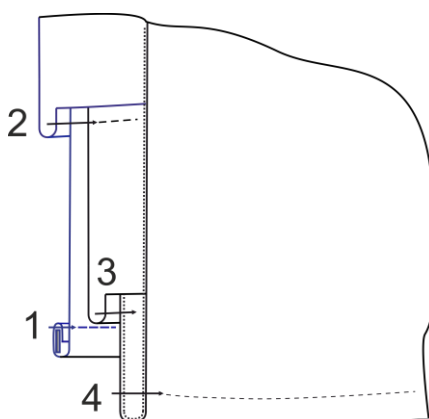

Рис. 4
27. Заготовьте ветрозащитные детали нижних частей брюк: стачайте детали по боковым срезам запошивочным швом, застрочите припуск на обработку нижнего среза на каждой детали и вставьте резинку (Рис.4, строчка 1).
28. Заготовьте подкладку комбинезона: сметайте, а затем стачайте детали подкладки аналогично деталям верха, вставляя в шов соединения нижней и верхней частей подкладки брюк ветрозащитную деталь (Рис. 4, строчка 2). Заутюжьте припуски швов.
34. Притачайте подкладку к брюкам по нижним срезам (через отверстие в подкладке). (Рис. 4, строчка 3)
35. Заметайте припуск на обработку нижних срезов брюк и настрочите по краю отделочную строчку (Рис. 4, строчка 4).